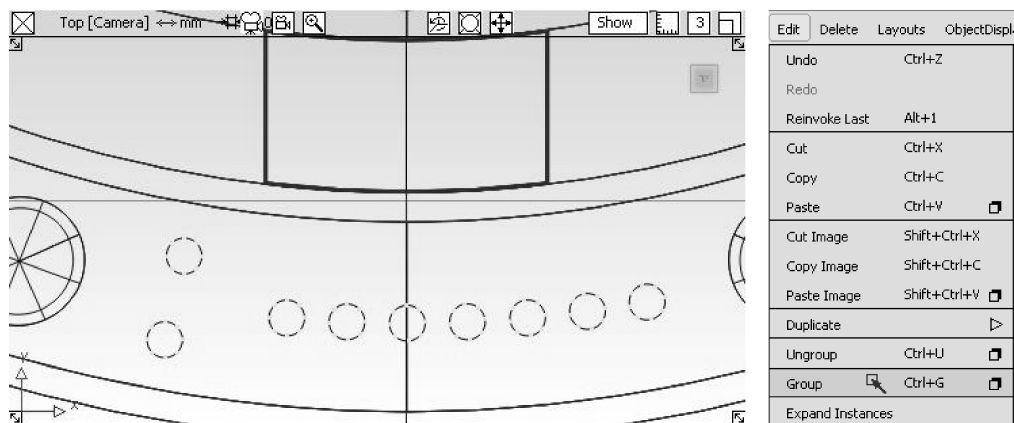

图 5-91 将圆形曲线成组
- 38 选择【Pick Object】工具，选取刚刚创建的九条圆形曲线，在菜单栏中执行【Edit】|【Group】命令，将这几条曲线编为一组，如图 5-91 所示。